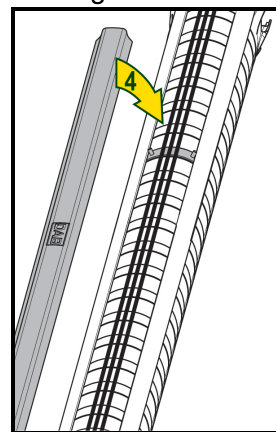

Fig.2
2. Apoiar os cabos do motor (Fig2).
3. Pousar a calha por cima dos cabos (Fig2).